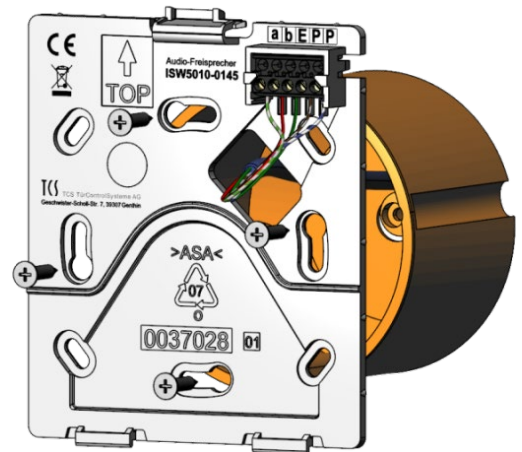

Abb. 4: Montageplatte montieren
- ▶ Bohren Sie ein max. Ø 4 mm Loch durch die Markierung auf der Montageschale (1).
- ▶ Schrauben Sie die Montageschale an der Unterputzdose fest (Abb. 4).
- Schrauben Sie die Montageplatte an der Unterputzdose fest (Abb. 4).